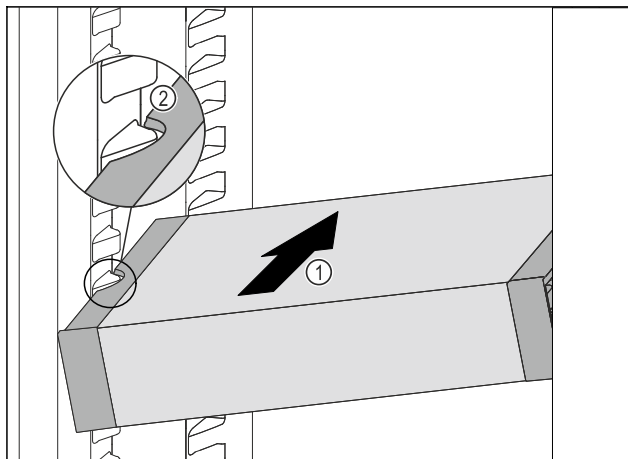

Fig. 71
- ▶ Skyv VarioSafe skrått inn i kjøleskapsdelen Fig. 71 (1), til utsparingene på sidene av Fig. 71 (2) VarioSafeser på nivå med rillene i kjøleskapet.